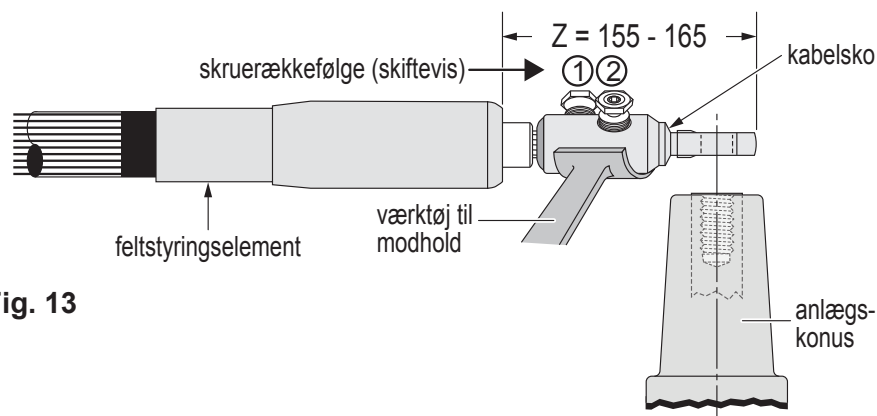

Fig. 13
14) Vælg skruenkabelsko ud fra tabellerne på side 4 og 5, og monter dem i henhold til den medfølgende anvisning. Se fig. 13.